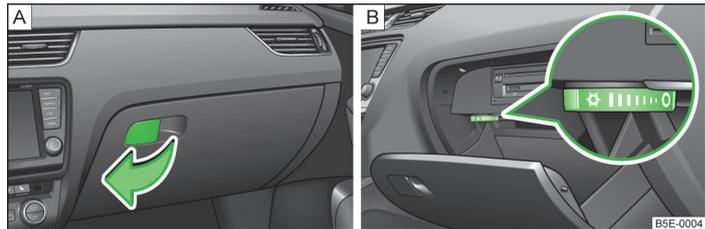

Abb. 65 Schalttafel: Ablagefach öffnen / Kühlung des Ablagefachs bedienen
- Den Griff der Klappe in Pfeilrichtung ziehen » Abb. 65 - A und die Klappe herunterklappen.
- Mit dem Drehschalter » Abb. 65 - B wird die Luftzufuhr geöffnet bzw. verschlossen.